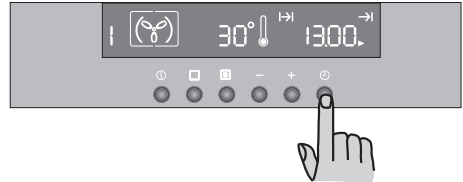

Abb. 13
- Die Taste  drücken und Funktion "Garzeit" auswählen; das entsprechende Symbol  fängt zu blinken an. Auf dem Display erscheint nun das Ende der Garende (d. h. die aktuelle Uhrzeit plus die eingestellte Garzeit - Abb. 13).